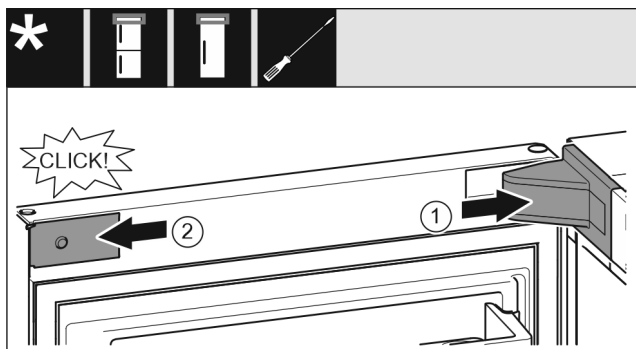

Fig. 20
- ▶ Colocar y encajar la cubierta del soporte de apoyo; dado el caso, separar presionando con cuidado. *Fig. 20 (1)*
- ▶ Colocar y encajar lateralmente el panel. *Fig. 20 (2)*